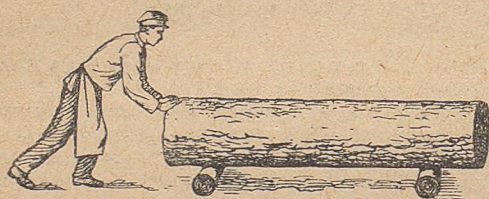

Рис. 127. Катоккез вылѳт кокнитжык вештыны сѳбкыт предмет.
89. Шарикоподшипник. Часто сѳбкыт предметтѳз вешталѳм понда ны увтѳ пуктѳны катоккез (рис. 127) ѳтѳн нильдѳкѳ тре-ниесѳ вежѳны тарлалѳкѳ трениеѳн. Сийѳ жѳ трение принципсѳ, кѳда овлѳ тарлалѳкѳ, используйтѳны сѳдз шусян шариковѳй подшипниккесын. ѳта конструкция дырни бергалан валыс оз